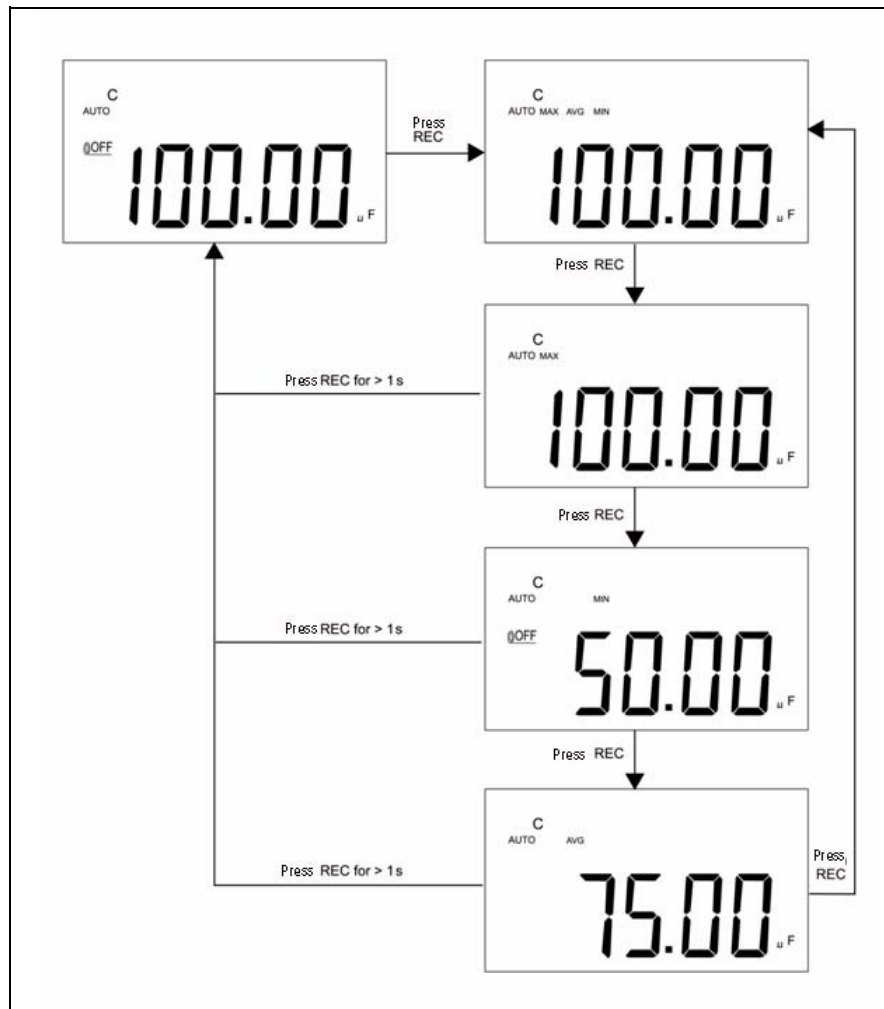

Abbildung 2-1 Toleranzbetrieb
- 2** Drücken Sie einen Moment lang auf diese Taste, um zwischen dem Höchstwert, Mindestwert und Durchschnittswert der aktuellen Messung umzuschalten. Die Meldeanzeige **MAX, MIN, AVG** bzw. **MAX AVG MIN** wird jeweils aktiviert und weist darauf hin, welcher Wert gerade angezeigt wird (siehe Abbildung 2-1).